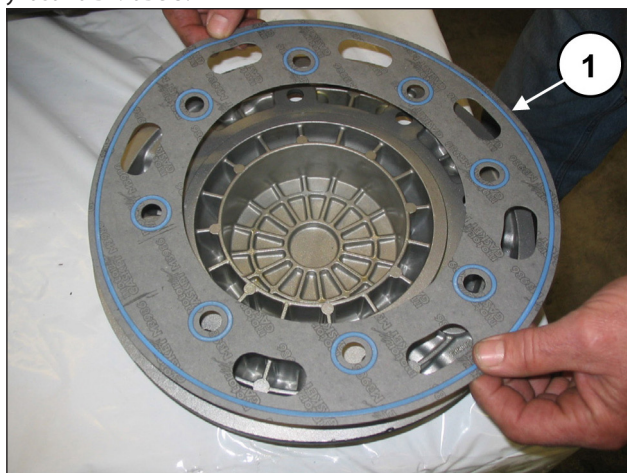
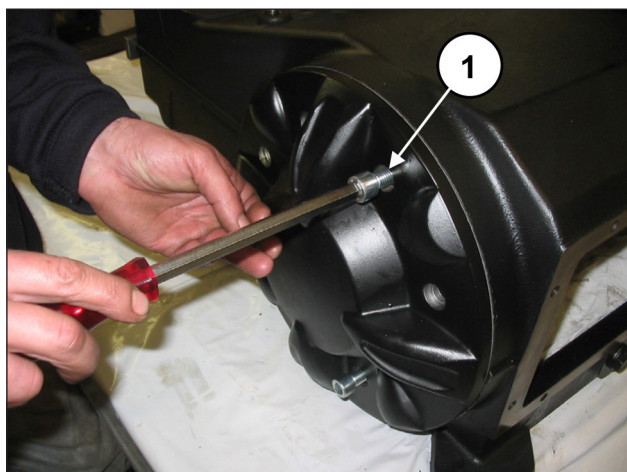

Рис. 86
Рис. 87
Установите крышку подшипника (и соответствующее уплотнение) (поз. ①, Рис. 86) с помощью 8 винтов M12x30 (поз. ①, Рис. 87).